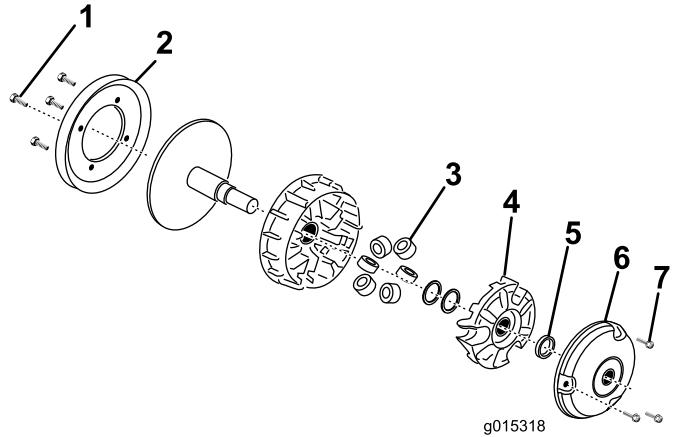

Figura 7
- Posizionate la frizione sotto l'impianto di scarico lato guidatore del vano motore (Figura 7).
- Togliete i 4 bulloni che fissano la puleggia sulla parte posteriore della frizione (Figura 7).
- Togliete i 3 bulloni di fissaggio del coperchio (Figura 7).
- Estraete il tassello del limitatore e riponetelo per il rimontaggio (Figura 7).
- Utilizzate l'apposito attrezzo di rimozione (TOR6016A) per togliere l'armatura, ruotando in senso antiorario (Figura 7).
- Togliete i 6 rulli e sostituiteli con i nuovi rulli del kit (Figura 7).